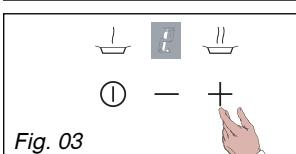

Fig. 03
**+** → acceso a la potencia **1** (máx.) (*Fig. 03*).